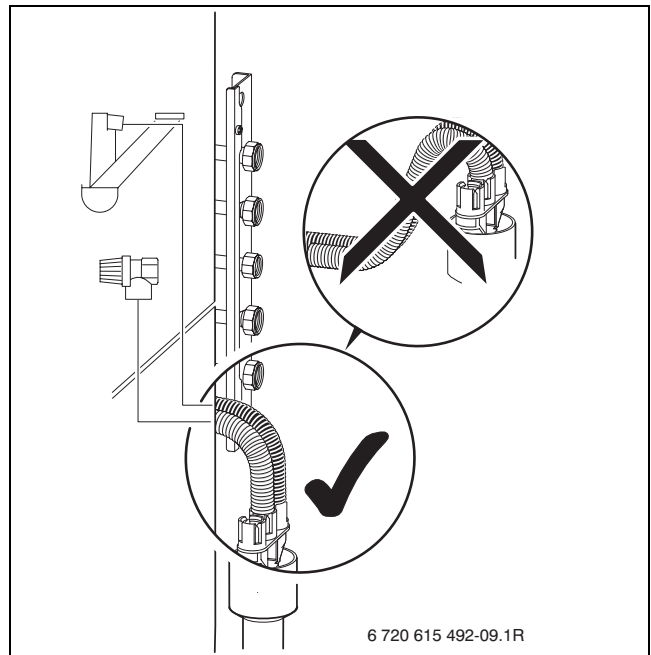

Рис. 14
- Підключити шланг запобіжного клапану до відповідної гарнітури (→ Рисунок 14, сторінка 24).